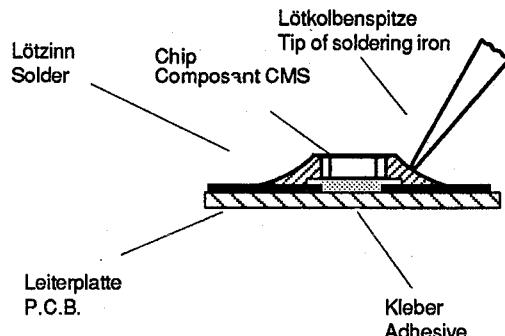

Fig. 1
1. CHIP-Lötstelle mit Sauglitzte absaugen (Fig. 1).
1. Clean the CHIP soldering point with a solder wick (Fig. 1).
Meßzeit:  $\geq 1 \text{ s}$  (Fig. 1)